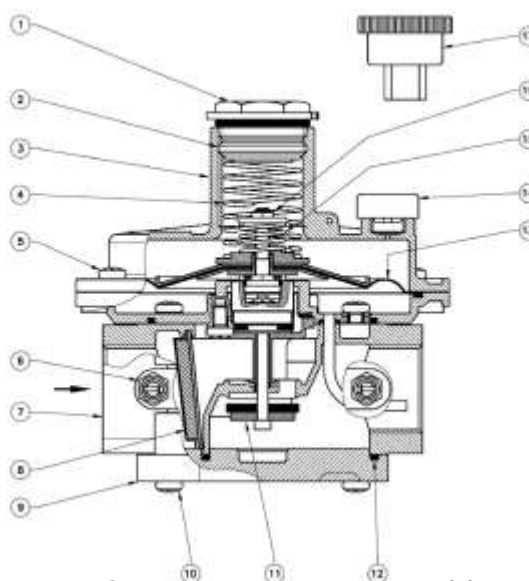

Рис. 1
См. рис. 1.
Проверка состояния фильтрующего элемента в модификации с резьбовыми соединениями (см. рис.1)
Регулятор (рис. 1) состоит из: крышка (1); винт калибровки выходного давления (2); раструб (3); пружина калибровки выходного давления (4); винты крепления раструба (5); штуцер для замера давления (6); корпус (7); фильтрующий элемент (8); нижняя панель (9); винты крепления нижней панели (10); затвор (11); уплотнительное кольцо нижней панели (12); рабочая мембрана (13); пылезащитный колпачок (14); пружина калибровки сбросного клапана (15); винт калибровки сбросного клапана (16); специальный ключ для калибровки (17).